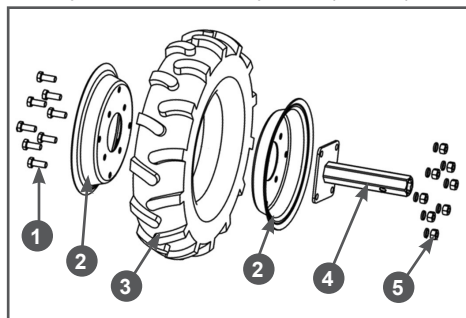
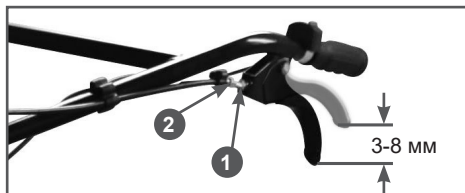

Рис. 2 Сборка колес
Рис. 5 Регулировка свободного хода
1. Установите диски 2 на покрышку 3 с шиной (Рис. 5). Совместите отверстия в дисках 2 и фланце оси 4 колеса, вставьте в отверстия болты 1, установите пружинные шайбы и закрутите гайки 5 до упора (Рис. 2).
Измерьте свободный ход рычага сцепления (Рис. 5). Свободный ход должен быть 3-8 мм на конце рычага.